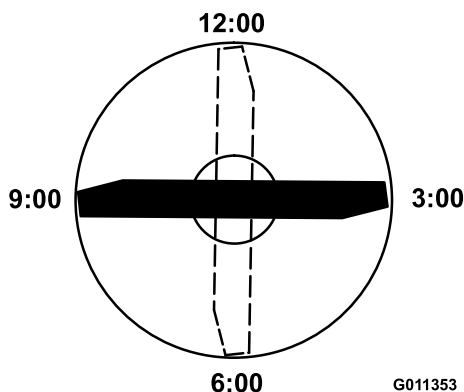

Figura 93
4. Orientate il tagliente dell'estremità marcata della lama sulle ore 12 (esattamente in avanti, nel senso di falciatura) (Figura 93) e misurate l'altezza tra il banco e il tagliente della lama.
5. Ruotate l'estremità marcata della lama sulle ore 3 e sulle ore 9 (Figura 93) e misurate le rispettive altezze.